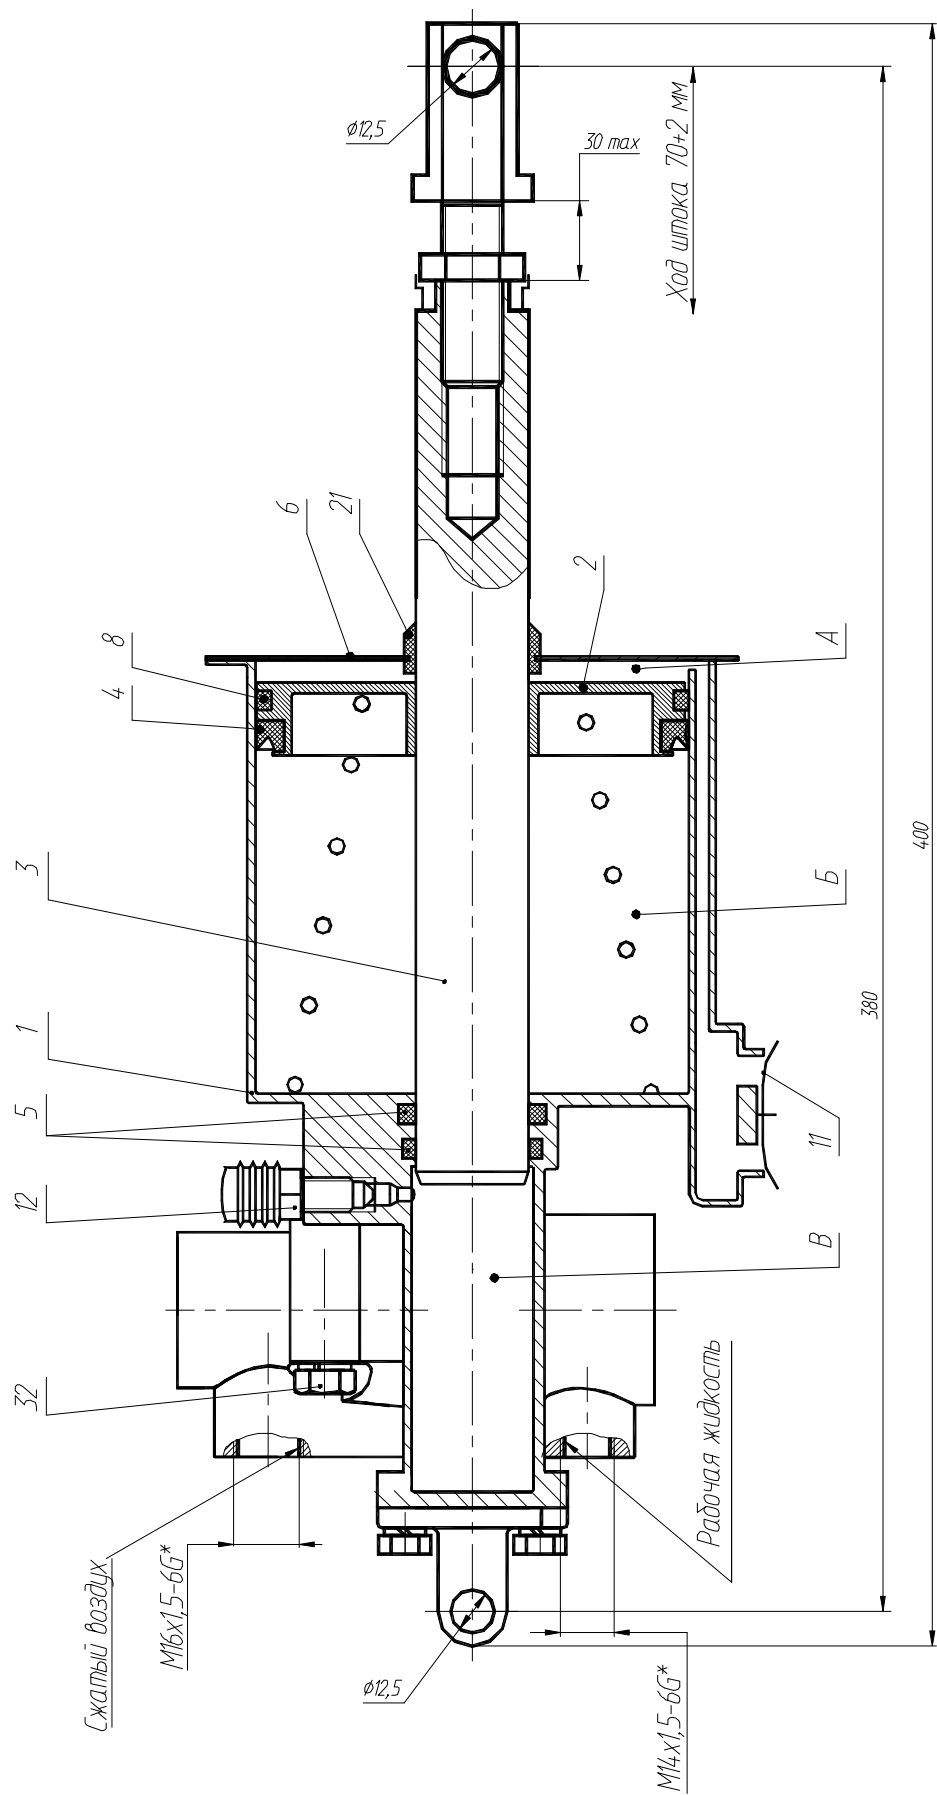

Рисунок 1.1 – Схема пневмогидравлического усилителя привода сцепления
2.4.2 При установке ПГУ на АТС допускается регулировка положения вилки 7 относительно поршня 3 (см. рис. 1.1).